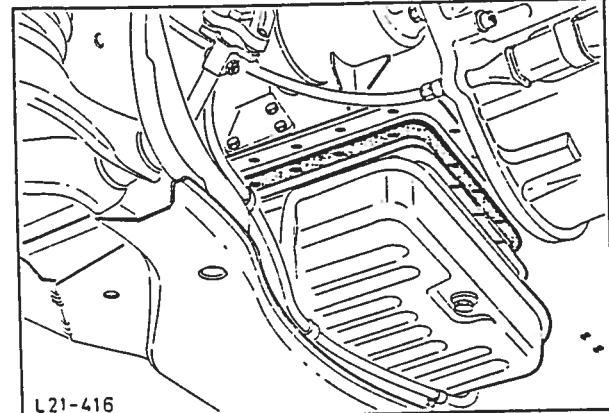

Fig. 101 Montering av bunnpinne.
7. Rengjør anleggsflatene på bunnpinne og motorblokk grundig. Fjern alle rester av den gamle pakningen og rett ut eventuelle boyde partier på bunnpannens anleggsflate. Fest den nye pakningen til motorblokken med fett og sorg for at pakningen ligger riktig an. Monter bunnpinnen og trekk jevnt til med angitt moment (se tekniske data), fig. 101.